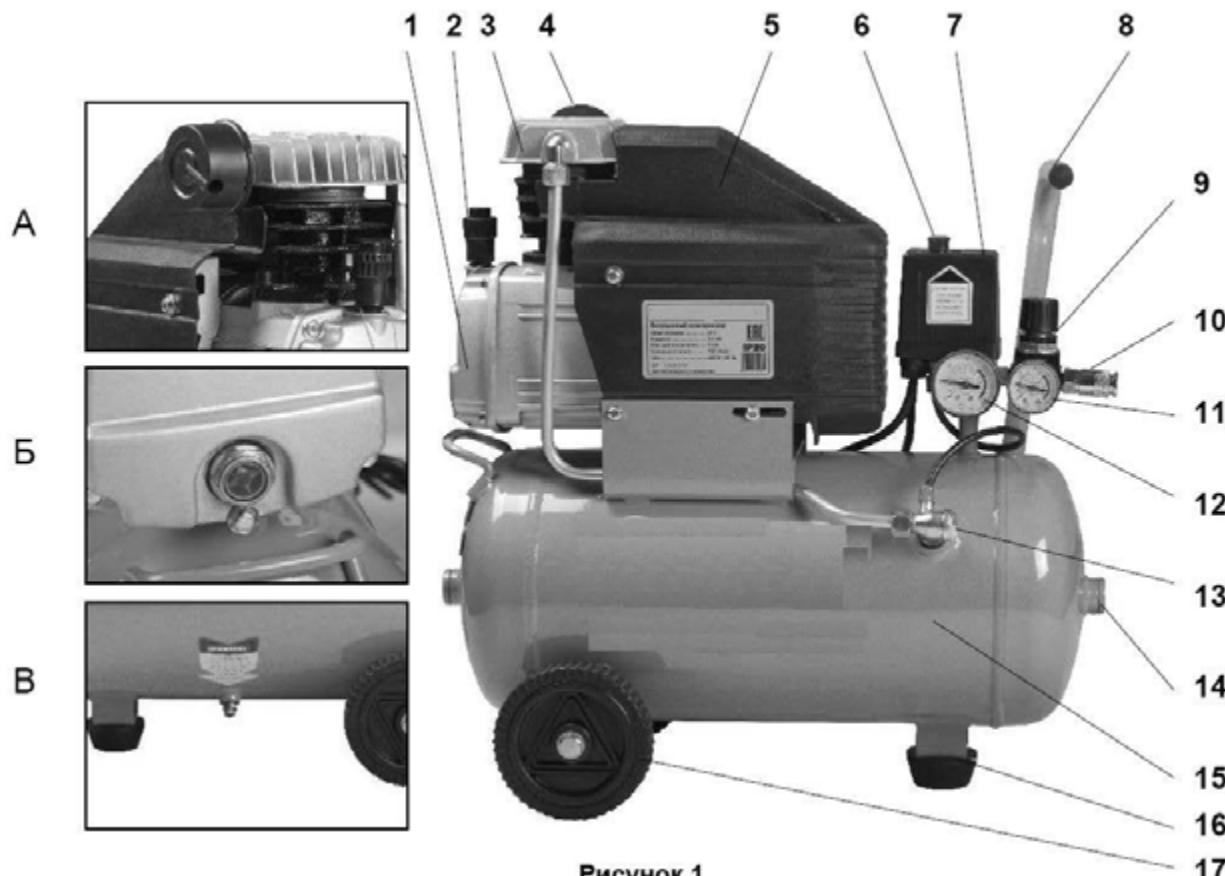

Рисунок 1
Проверьте уровень масла. Он должен быть на уровне "красной точки" контрольного глазка (см. рисунок 1 Б) или чуть выше него. При необходимости долейте масла, отвинтив сапун 2 (см. рисунок 1) на крышке картера. Помните, что после первых 30 часов работы следует полностью заменить масло одним из типов, в указанных в таблице (п. 5.4).
Убедитесь, что на компрессоре установлено защитное ограждение 5, и переключатель 6 находится в выключенном положении (см. рис.1).
После завершения вышеперечисленных операций компрессор готов к эксплуатации. Проверьте, чтобы переключатель 6 (см. рисунок 1) находился в положении «OFF».
При первом запуске компрессора, оставьте его поработать на время приблизительно 5 минут с полностью открытыми кранами выпуска воздуха. По истечении этого времени, закройте кран и проверьте, чтобы компрессор нагнетал воздух в ресивер 15 (рисунок 1) и останавливался автоматически по достижении максимального давления, указанного на компрессоре, а также на индикаторе манометра.
После первых 5 часов работы компрессора проверьте и при необходимости подтяните винты головок цилиндров компрессорной группы 3 (см. рис. 1). В результате теплового расширения металла цилиндров компрессора затяжка винтов может быть ослаблена. Для предотвращения срыва витков резьбы в цилиндрах компрессора, при затягивании винтов не прилагайте чрезмерного усилия.
ВНИМАНИЕ! Реле давления (прессостат) 7 (рис. 1) отрегулировано изготавителем, и не должно подвергаться регулировкам со стороны пользователя.
При помощи регулятора давления 9 (рисунок 1), установите требуемое значение: при повороте ручки по часовой стрелке давление увеличивается, при повороте против часовой стрелки – уменьшается.
Значение давления указано на манометр 11 (рисунок 1).
Для быстрого и полного слива масла из картера 1 (см. рисунок 1), смену масла проводите пока компрессор не остыл.
- Отвинтите сливную пробку (см. рисунок 1 Б) и слейте масло в емкость.
ПОМНИТЕ! Если в ресивере 15 сжатый воздух находится под большим давлением, то при открытии клапана (поз. 1В, см. рис.1) произойдет выброс конденсата со значительной силой;